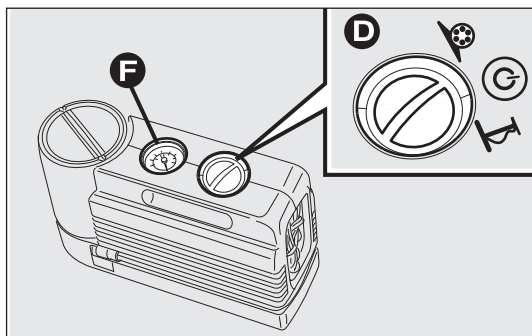
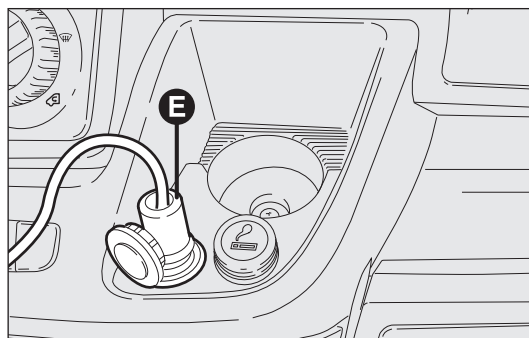

fig. 173
fig. 174
- introduire la fiche E-fig. 174 dans la prise de courant 12 V la plus proche et démarrer le moteur. Tourner le sélecteur D-fig. 173 dans le sens inverse des aiguilles d'une montre sur la position de réparation. Actionner le kit en appuyant sur l'interrupteur on/off. Gonfler le pneu à la pression préconisée, voir le paragraphe «Pression de gonflage» au chapitre «Caractéristiques techniques»;
- ❑ pour une lecture plus précise, il est conseillé de vérifier la valeur de la pression sur le manomètre F-fig. 173 lorsque le compresseur est éteint et en laissant le sélecteur central en position de réparation;